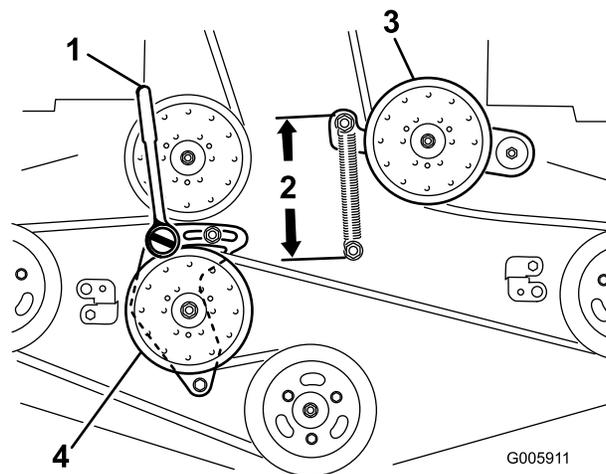

Figura 90
6. Allentate il braccio di rinvio fisso e regolatelo per scaricare la tensione della cinghia (Figura 90).
9. Inserite un cricchetto con un'estensione ridotta o una barra idonea nel foro quadrato nel braccio di rinvio fisso (Figura 90).
11. Per aumentare la tensione della cinghia, ruotate il cricchetto o la barra idonea in senso antiorario per spostare il braccio di rinvio fisso fino a creare uno spazio di 16,5 cm tra i ganci delle molle (Figura 90).